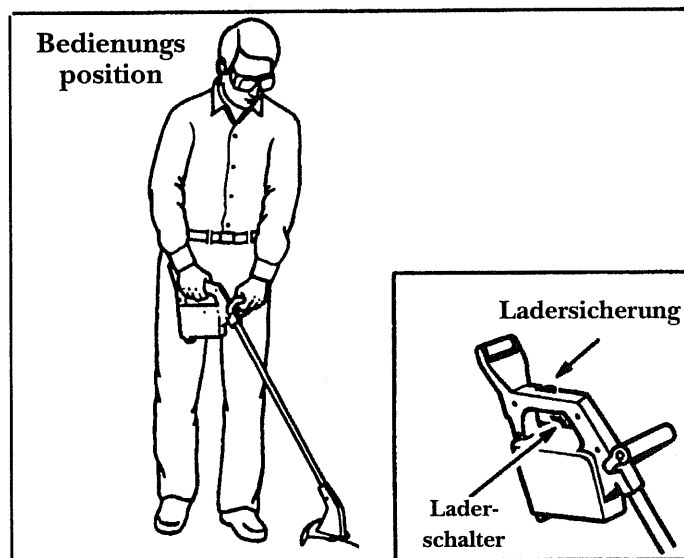

Abb. 3
1. Nehmen Sie die Bedienungsposition ein wie gezeigt in Abb. 3.
3. Halten Sie die Schaltersicherung und pressen Sie den Auslöser. Abb. 3 (Nebenbild). Halten Sie den Auslöser fest während des Schneidens; der Motor wird ausgehen, nachdem der Auslöser losgelassen wird.